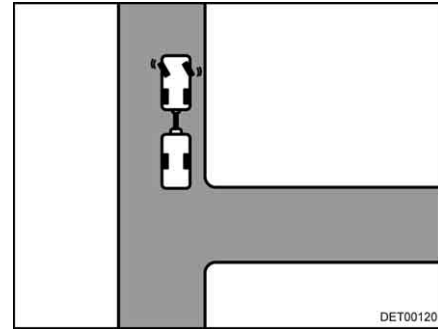

Fig. 13 Braquer à gauche
- Braquer à gauche quand l'attelage est arrêté (Fig. 13).